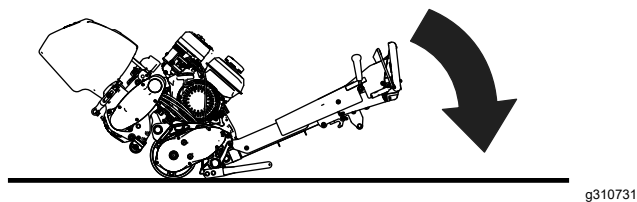

Рисунок 12
2. Гайка регулювального гвинта протиножа (2)
- Якщо косильний блок приєднаний до машини, нахиліть ручку тягового агрегату до землі (**Рисунок 12**).